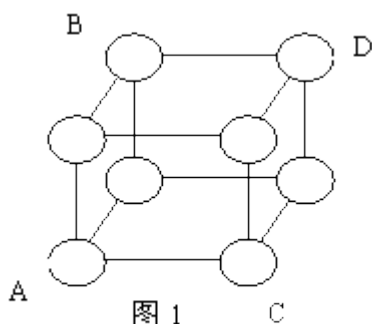

图 1
- 5、图 1 为简单立方点阵晶胞，其中 ABC 面的面指数是____，AD 的晶向指数是_____。
图 1 fcc 晶胞